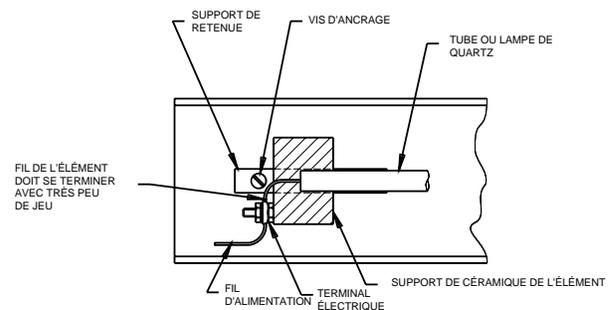

FIG. 2 – INSTALLATION ÉLECTRIQUE POUR RADIATEUR DE QUARTZ
16.0 Suivre la procédure ci-après, réf. Fig. 2, pour un tube ou lampe de quartz lors de l'installation: